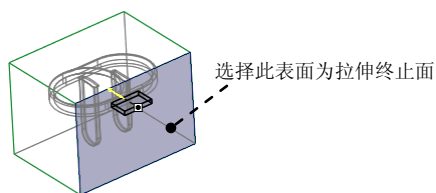

图 13.11 选择拉伸终止面
(4) 设置拉伸属性。
① 在操控板中选取深度类型  (到选定的)。
② 遮蔽参考件和坯料。选择 **视图** 功能选项卡 **可见性** 区域中的“模具显示”按钮 ，系统弹出“遮蔽-取消遮蔽”对话框，选择 **取消遮蔽** 选项卡，在对话框中按下 **元件** 按钮，选取  按钮，单击下方的 **取消遮蔽** 按钮，再单击 **关闭** 按钮。
③ 将模型调整到图 13.11 所示的视图方位，选取图 13.11 所示的平面为拉伸终止面。
④ 在操控板中单击 **选项** 按钮，在“选项”界面中选中 ☒ 封闭端 复选框。
(5) 在操控板中单击  按钮，完成特征的创建。